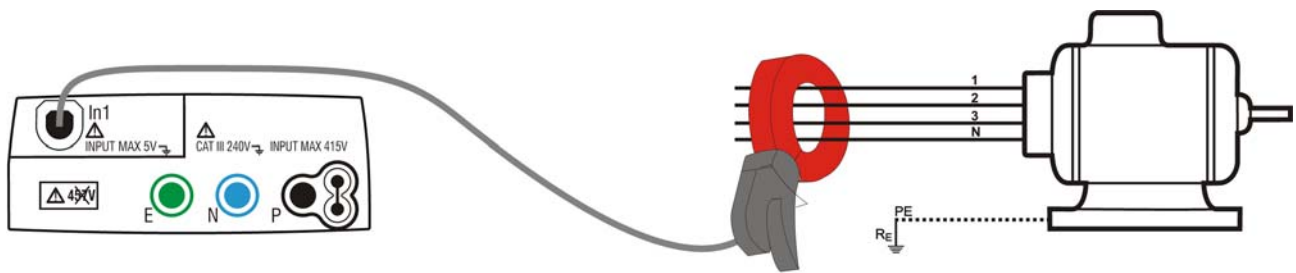
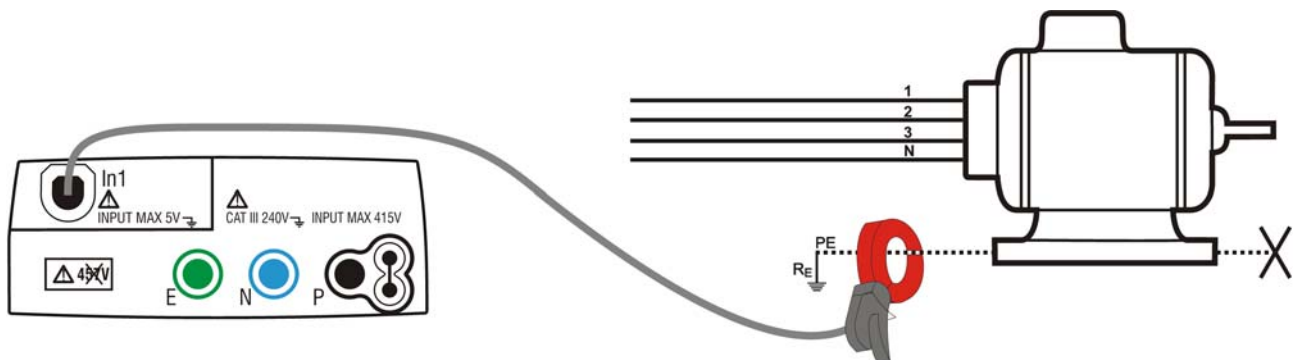

Fig. 29: Misurazione indiretta della corrente di dispersione in impianti trifase
Fig. 30: Misurazione diretta della corrente di dispersione in impianti trifase
4. Per misure indirette della corrente di dispersione collegare la pinza esterna in accordo alle Fig. 29. Per misure dirette della corrente di dispersione collegare la pinza in accordo alle Fig. 30 e scollegare le eventuali connessioni aggiuntive di terra che potrebbero influenzare i risultati della prova